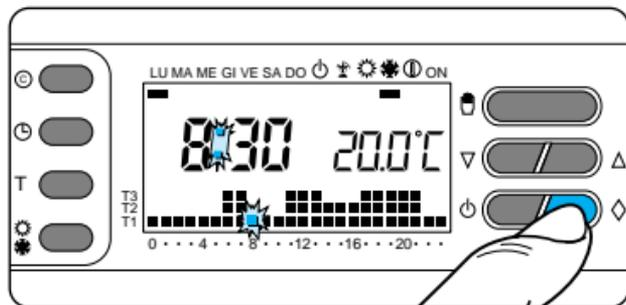

Fig. 47
**9.4** - Para salir del programa COMODIN y devolver el aparato al funcionamiento AUTOMATICO, pulse nuevamente el botón  $\diamond$  (fig. 47).